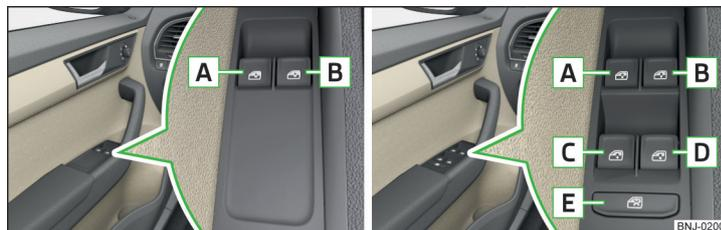

Fig. 39 Teclas de los elevavinas: Variante 1 / Variante 2
Dependiendo del equipamiento pueden operarse las ventanas delanteras presionando/tirando las teclas en la puerta del conductor - **Variante 1** o la ventana delantera y trasera **Variante 2** » fig. 39.
La ventana del conductor se puede abrir/cerrar completamente y automáticamente en la **Variante 2** » fig. 39 presionando y/o tirando la tecla hasta el tope. Al presionar/tirar de nuevo la tecla quedará la ventanilla parada. ▶
- La **Variante 1** del elevavanas eléctrico » **fig. 39 de la pág. 52 no dispone de ningún limitador de fuerza.** Debe cerrar la ventanilla con cuidado. ¡Existe peligro de lesiones!
- La **ventanilla de copiloto de la variante 2** del elevavanas eléctrico » **fig. 39 de la pág. 52 dispone de ningún limitador de fuerza.** Debe cerrar la ventanilla con cuidado. ¡Existe peligro de lesiones!